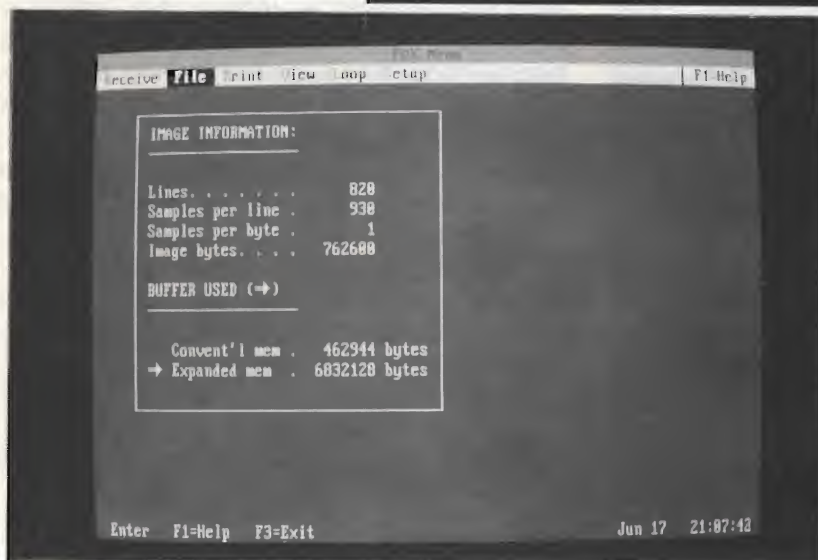

figura 5
- Nessun limite di memoria (vede automaticamente l'EMS, se presente; in figura 5 la maschera dello stato della memoria sul mio computer).